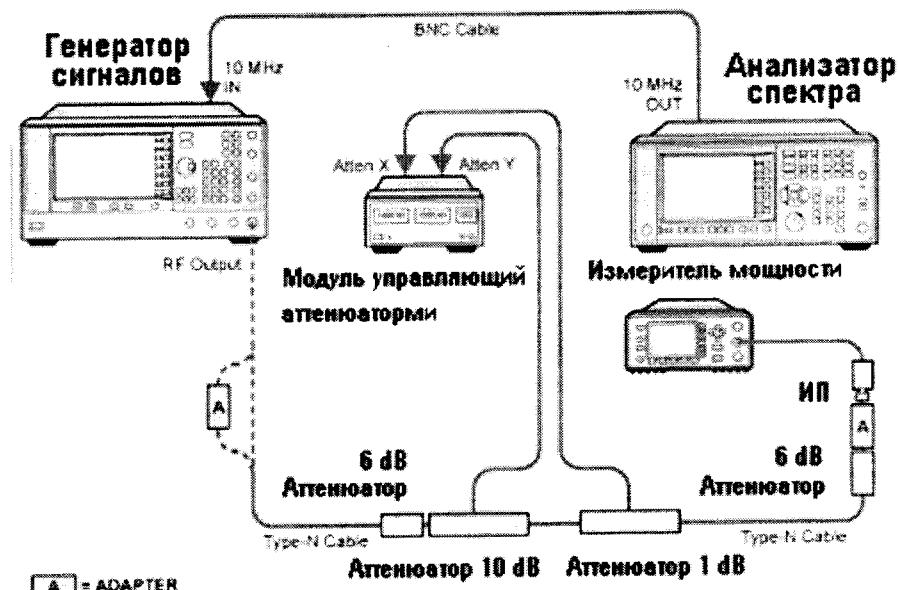

Рисунок 7
7.6.1 Абсолютную погрешность измерений мощности определяют при помощи комбинации из ступенчатых аттенюаторов 8494G и 8496G. Уровень ослабления выставляют с помощью модуля управления ступенчатыми аттенюаторами (рисунок 7).